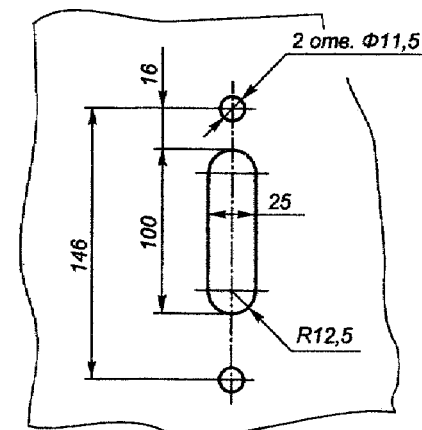

Рис. 14. Отверстия для крепления рычажного привода.
4. Для установки рычажного привода выключателей стационарного исполнения в панели распределительного устройства выполните отверстия в соответствии с рис. 14. Корпус рычажного привода можно устанавливать в разных местах по горизонтали в пределах, указанных на рис. 2 приложения Б (размер И). При установке на панель необходимо выдерживать размеры 225 и 250 мм. Обратите внимание на то, чтобы тяга "а" изгибом была обращена вниз.